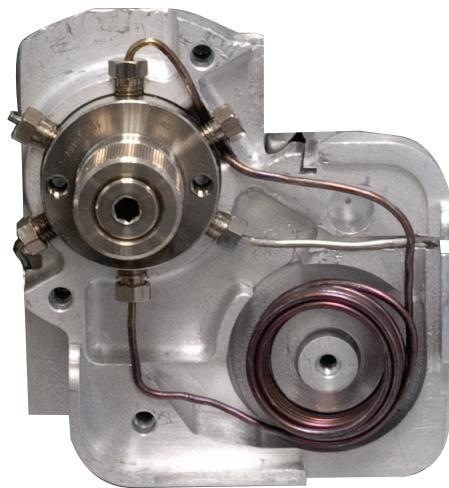

Рис. 21.   Правильное расположение пробоотборной петли в блоке пробоотборной петли
- 12 Разместив пробоотборную петлю перед 6-портовым краном, подсоедините два конца новой петли к позициям 1 и 4, как показано на Рис. 21.
- 14 Проверните петлю по направлению к блоку пробоотборной петли (вправо). Разместите верхний конец пробоотборной петли над и за позицией 5 на кране. Продолжайте проворачивать пробоотборную петлю до тех пор, пока она не будет совмещена с утопленным фитингом в блоке пробоотборной петли, как показано на Рис. 21.